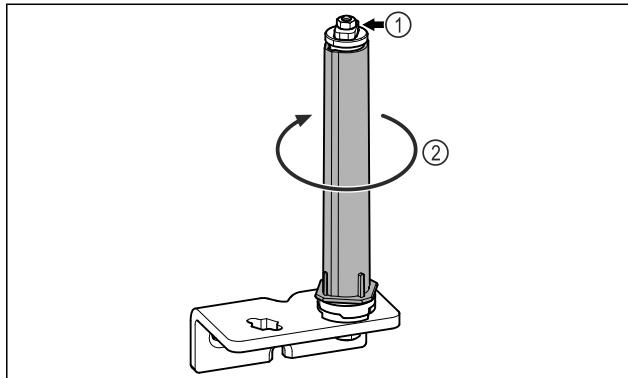

Fig. 21
► No desmontar el sistema de cierre de puertas *Fig. 21 (1)*.
► Girar el sistema de cierre *Fig. 21 (2)* hasta que haga clic.